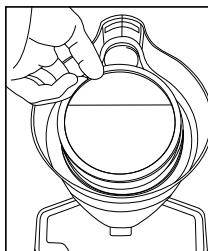

Fig. 3
- Retire el filtro de flujo alto sujetando la parte superior del filtro y jalando directamente hacia arriba (Fig. 3).